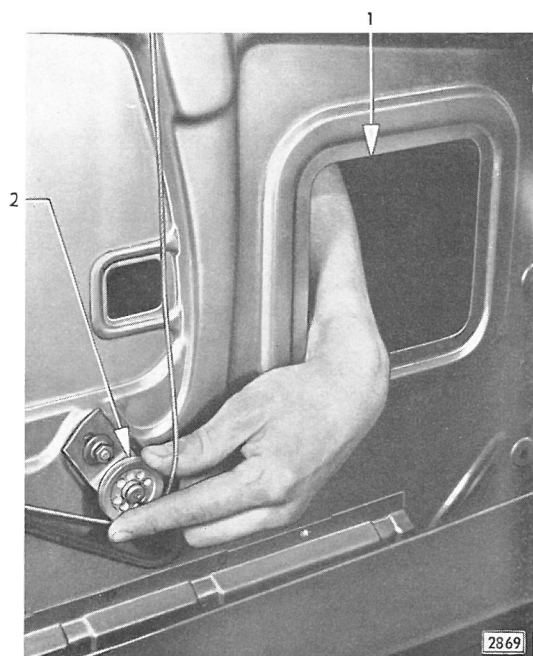

Bild 123 - Seil auf untere (verstellbare) Seilrolle auflegen
7. Seil auf untere (verstellbare) Seilrolle auflegen (Bild 123) und dabei gleichzeitig den Kurbelantrieb mit der Fensterkurbel nach Bedarf drehen. Anschließend das Seil sofort wie folgt spannen: